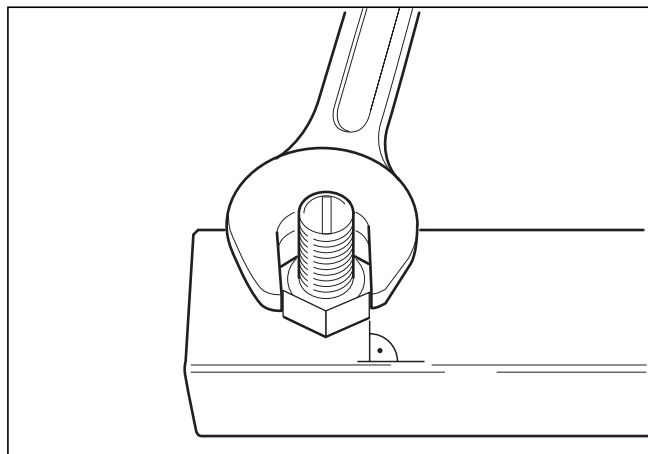

Bild 3.9 Riktning av mutterns sidor
- Kontrollera att muttrarnas sidor står i rätt vinkel mot skenans längssida vid åtdragningen av muttrarna (se bild 3.9).